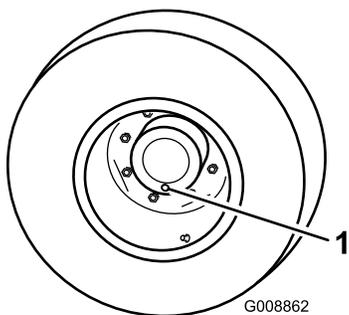

Рисунок 91
2. Расположите колесо так, чтобы одна из контрольных пробок находилась в самом нижнем положении (6 часов) (Рисунок 91).